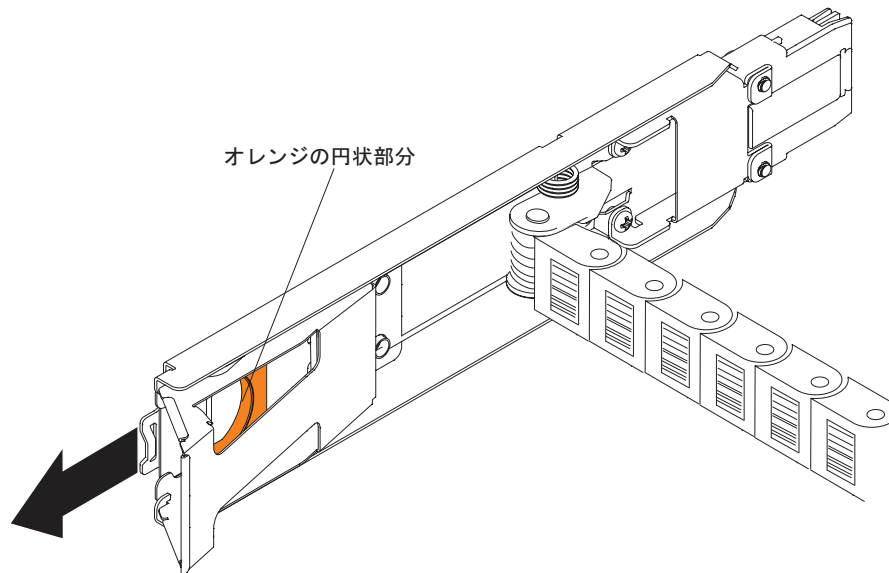

図 57. ミッドプレーンに接続される垂直取り付け金具
- c. ミッドプレーンから右のケーブル・チェーンの取り付け金具を切り離します。指をオレンジの円状の部分に差し込み (138 ページの図 57 を参照)、取り付け金具をストレージ拡張エンクロージャから完全に引き出します。必要なら、フラッシュライトを使用してオレンジの円状の部分を確認してください。